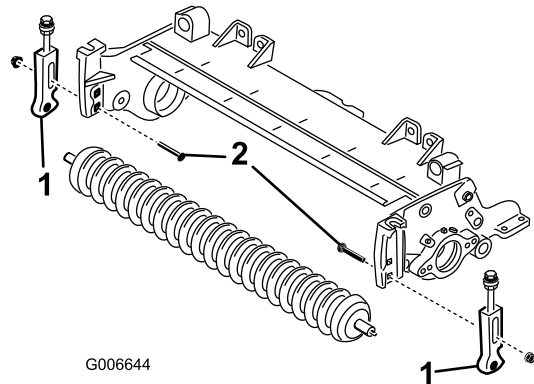

Figure 3
3. Retirez les boulons de carrosserie et écrous qui fixent les supports de hauteur de coupe aux plaques latérales du plateau de coupe (Figure 3).
5. Déposez les supports de hauteur de coupe et le rouleau avant des plaques latérales du plateau de coupe (Figure 3).